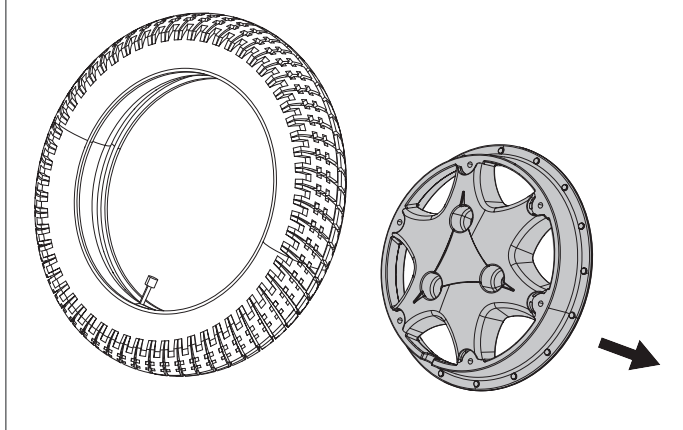

図8.8
- ・ タイヤからチューブを注意深く引き出します (図8.8)。